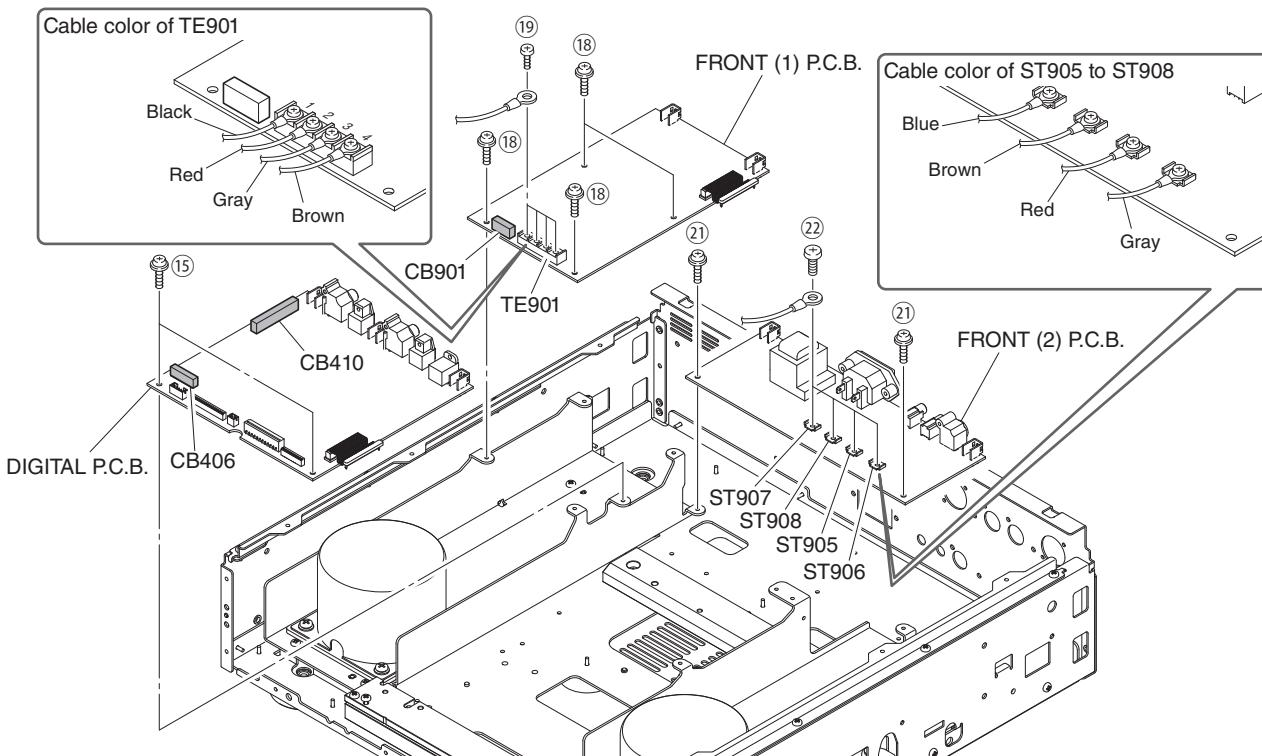

Fig. 7
- Remove 2 screws (⑯). (Fig. 7)
- Remove CB406 and CB410. (Fig. 7)
- Remove the DIGITAL P.C.B. (Fig. 7)
8. Removal of FRONT (1) P.C.B.
- Remove 4 screws (⑲). (Fig. 7)
- Remove 4 screws (⑳) and disconnect 4 cables. (Fig. 7)
- * Make sure that all the removed cables are reinstalled at specified positions. (Fig. 7)
- Remove CB901. (Fig. 7)
- Remove the FRONT (1) P.C.B. (Fig. 7)
9. Removal of FRONT (2) P.C.B.
- Remove 2 screws (㉒). (Fig. 7)
- Remove 4 screws (㉓) and disconnect 4 cables. (Fig. 7)
- Remove the FRONT (2) P.C.B. (Fig. 7)
- ⑯ のネジ 2 本を外します。 (Fig. 7)
- CB406、CB410 を外します。 (Fig. 7)
- DIGITAL P.C.B. を外します。 (Fig. 7)
8. FRONT (1) P.C.B. の外し方
- ⑲ のネジ 4 本を外します。 (Fig. 7)
- ⑳ のネジ 4 本を外し、ケーブル 4 本を外します。 (Fig. 7)
- * 取り外したケーブルはすべて決められた位置に取り付けてください。 (Fig. 7)
- CB901 を外します。 (Fig. 7)
- FRONT (1) P.C.B. を外します。 (Fig. 7)
9. FRONT (2) P.C.B. の外し方
- ㉒ のネジ 2 本を外します。 (Fig. 7)
- ㉓ のネジ 4 本を外し、ケーブル 4 本を外します。 (Fig. 7)
- FRONT (2) P.C.B. を外します。 (Fig. 7)